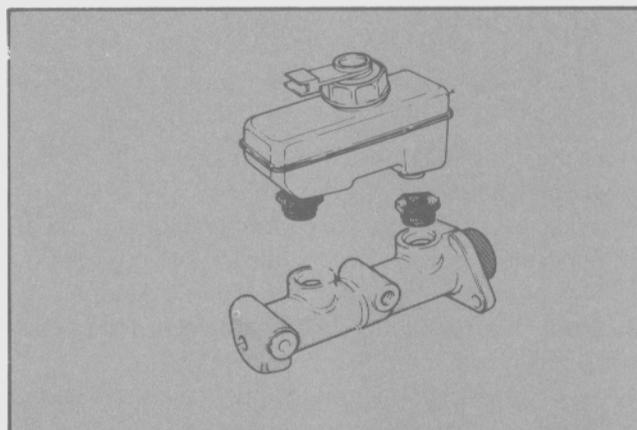

Fig. 45 - Colocación del depósito y los retenes en el cilindro maestro.
- Verificar el estado del depósito y los retenes. Colocar los mismos en la bomba (Fig. 45).